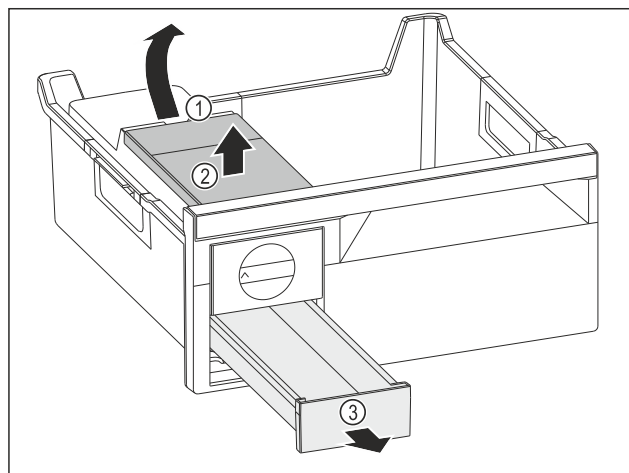

Fig. 110
- ▶ Odstranjevanje rezervoarja za vodo: Dvignite rezervoar za vodo za izrez Fig. 110 (1).
- ▶ Rezervoar za vodo Fig. 110 (2) dvignite in odstranite.
- ▶ Predal za ledene kocke Fig. 110 (3) povlecite naprej in odstranite.